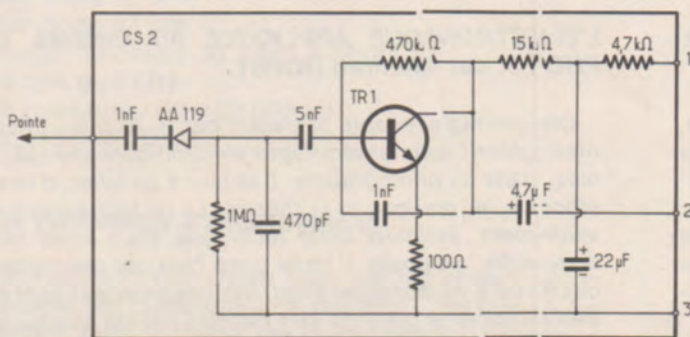

Figure 2
- 2° Une sonde, désignée par CS 2, montée sur une autre platine (voir figure 2).